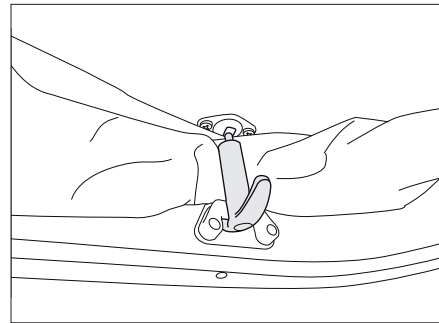

Fig. 65 Sécurité du toit télescopique
- Desserrer les sécurités (Fig. 65) d'une traction.
- Tirer les sécurités (Fig. 65) légèrement vers le bas et les accrocher.